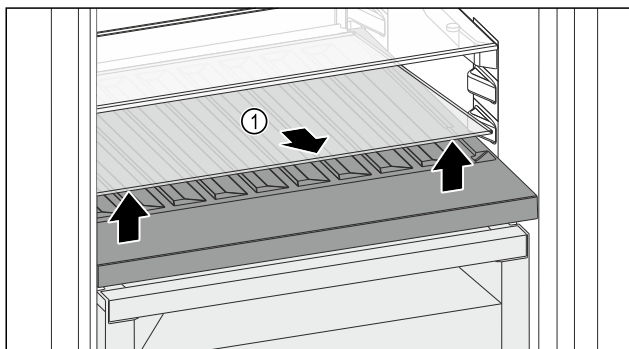

Fig. 113
- Приподнимите стеклянную пластину Fig. 113 (1) за выемку спереди и извлеките.
- Уложите стеклянную пластину Fig. 113 (1) на хранение вне устройства.